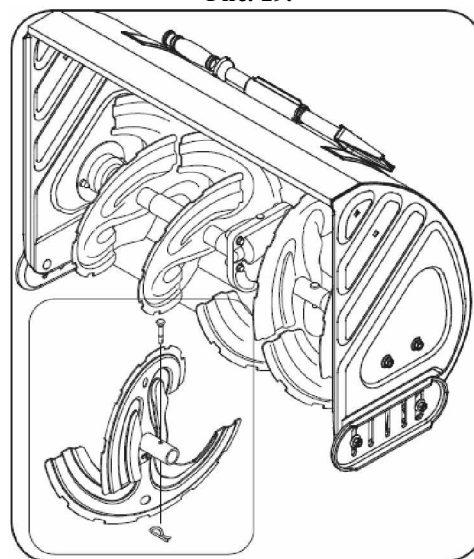

Рис. 20.
Шнеки закреплены на вал шнека при помощи четырех срезных болтов и шплинтов. Если посторонний предмет или большой кусок льда попали в область шнека, снегоуборщик сконструирован таким образом, что срезные болты могут быть срезаны. См. Рис. 20.
2. При необходимости, замените срезные болты. В комплекте к снегоуборщику поставляются два запасных срезных болта со шплинтом. Перед установкой новых срезных болтов в вал привода смажьте отверстия в вале привода. См. Рис. 20. Если шнеки не вращаются, следует проверить состояние срезных шпилек. В случае их срезания следует установить новые оригинальные срезные шпильки.